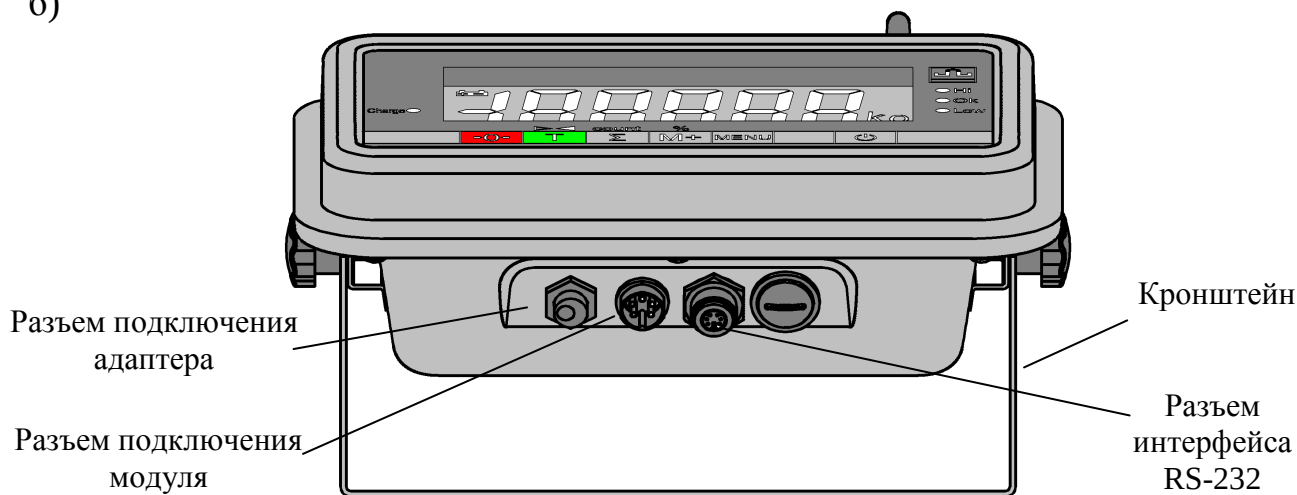

Рис. 3.2 - Терминал АВ/4D (AB.W/4D)
4.1.2.3 Включить терминал (расположение выключателей см. на Рис. 3.1, Рис. 3.2).
- выключить терминал (расположение выключателей см. на Рис. 3.1, Рис. 3.2).